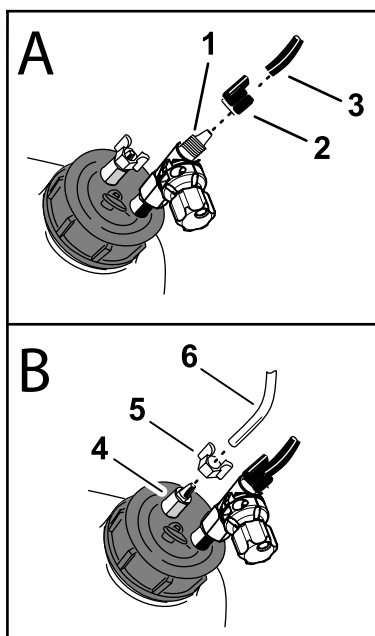

图 2
- 将在 安装泡沫控制阀 (页码 3) 的步骤 3 中卸下的蓝色压紧螺母图 2 安装到在 2 准备管子 (页码 2) 中切割的压缩机至水箱回环管的蓝色管子上。
2. 将蓝色管子和蓝色螺母安装到盖装调节阀上的接头然后用手拧紧压紧螺母图 2。
4. 从水箱盖上的接头上拧下白色压紧螺母图 2。
5. 将白色压紧螺母安装到压缩机至水箱回环管的透明管子上图 2。